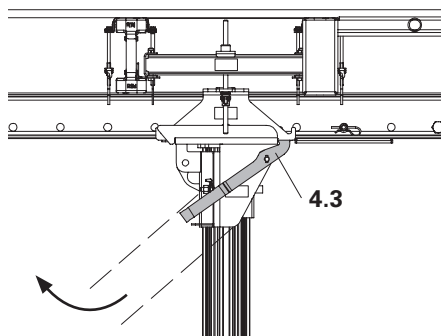
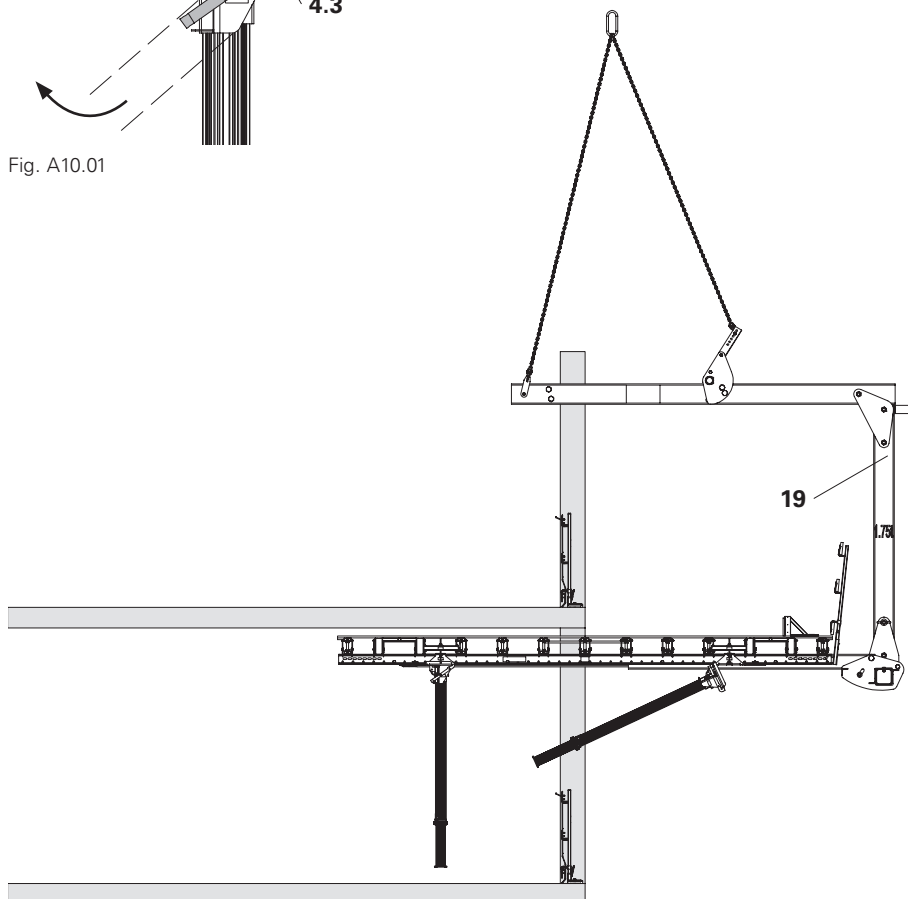

Fig. A10.01
Fig. A10.02
1. Posizionare le forche di sollevamento tavoli (19) sotto il tavolo.
- (Fig. A10.01)
3. Sollevare il tavolo per solai con le forche di sollevamento tavoli (19).
- (Fig. A10.02)